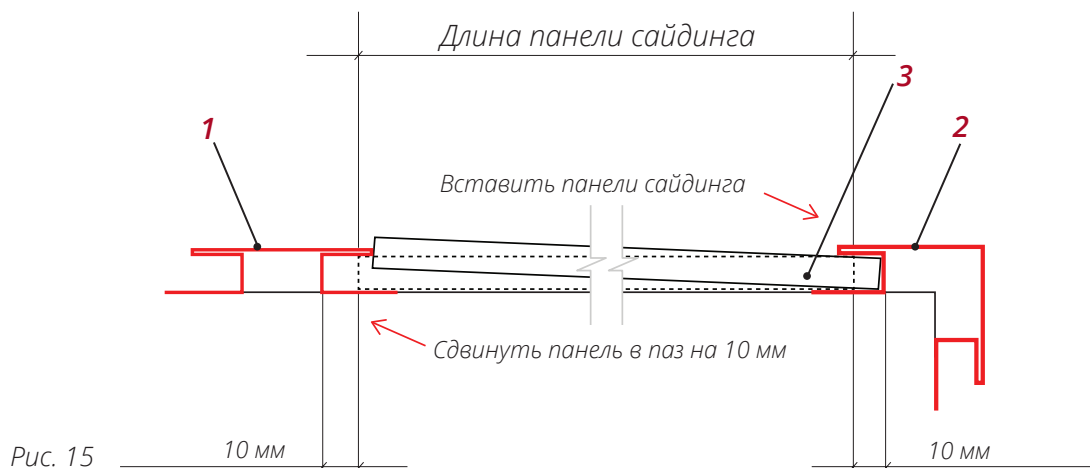

Рис. 15
■ Используя схему со сложными доборными элементами, подготовьте панели таким образом, чтобы, когда один край панели **3** заведен до упора в паз доборного элемента **2**, второй край можно было завести в паз доборного элемента **1** с другой стороны (рис. 15).
■ Вставьте панель в пазы доборных элементов и выровняйте ее так, чтобы панель входила в пазы на половину его глубины или на 10 мм (рис. 15).
■ Зацепите нижний выступ панели за Начальную планку до упора (рис. 15).